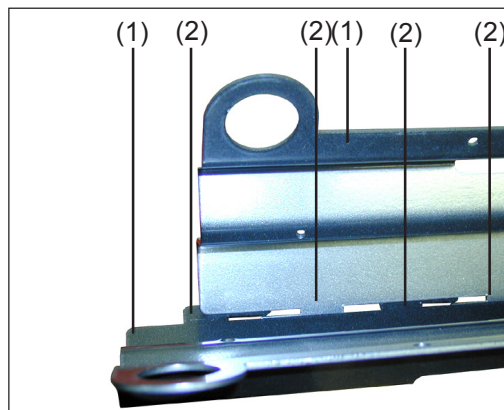
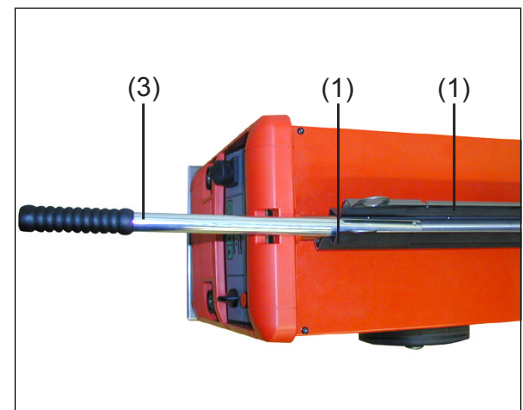

Abb.20 Griffbleche einrasten lassen
Abb.21 Griffbleche und Griffrohr
HINWEIS! Beim Aneinanderfügen der beiden Griffbleche (1) darauf achten, dass die Arretierungen (2), an der Unterseite der Griffbleche (1), vollständig einrasten (Abb.20 und Abb.21).
1. Am Griff der Stromquelle (4), Griffbleche (1) mittels Arretierungen (2) aneinander einrasten lassen (Abb.20 und Abb.21)
2. Splint (8) des Griffrohrs (3) in die Führungen (6) beider Griffbleche einsetzen